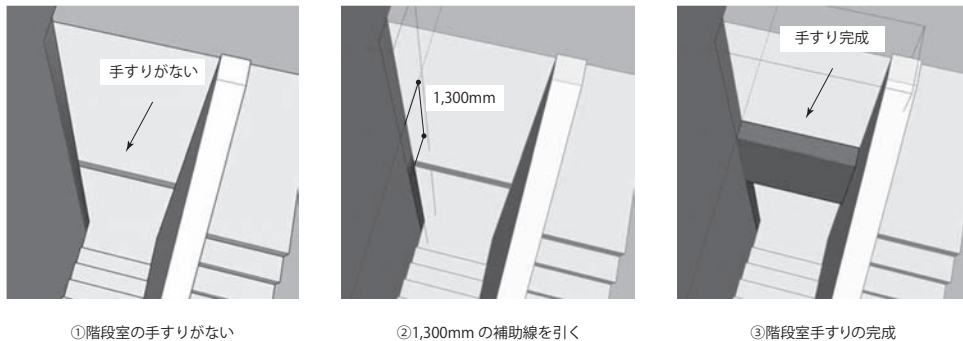

図22 階段室の手すり作成
011 東壁面、012 階段壁、041 北壁面を表示すると、図22-①に示す部分に手すりがないことがわかる。この手すりは、北立面図では手前のベランダ手すりに隠れて表
- 4) 高さ1,100 mm の手すりを作成するため、メジャーツールにより廊下床の厚み200 mm を加えた1,300 mm の補助線を引く (図22-②)
- 6) 直線間の面をプッシュプルツールで1,200 mm 階段壁方向に伸長 (図22-③)。